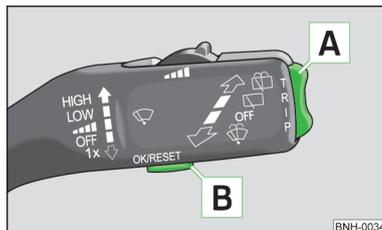

Fig. 6
➤ Appuyez de façon prolongée sur la touche bascule **A** » fig. 6 pour faire afficher le **Menu principal**.
- Si des messages d'avertissement s'affichent sur le visuel d'informations, vous devez confirmer ces messages au moyen de la touche **[B]** » fig. 6 » page 15 avant de pouvoir faire afficher le menu principal.